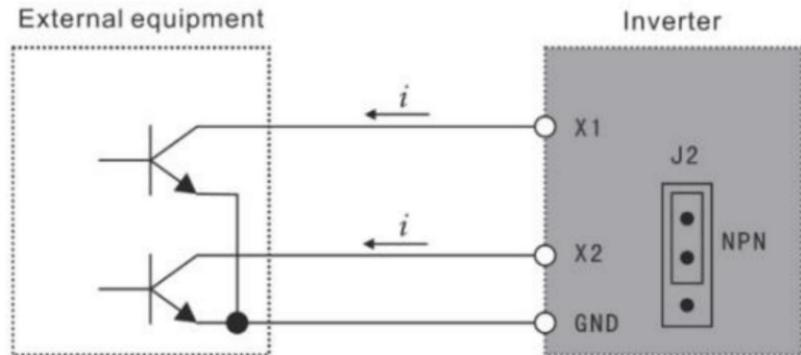

Figura 3-1 Modalità di cablaggio di tipo
Modalità di cablaggio dei terminali di ingresso digitale multifunzione X1-X6: (1) Quando viene adottata la modalità di cablaggio di tipo NPN per apparecchiature esterne, viene indotta una logica di tipo di dispersione e la corrente fuoriesce dal terminale di ingresso (corrente di sorgente) come mostrato nella Figura 3-1, allo stesso tempo è richiesto il parametro P067=0.